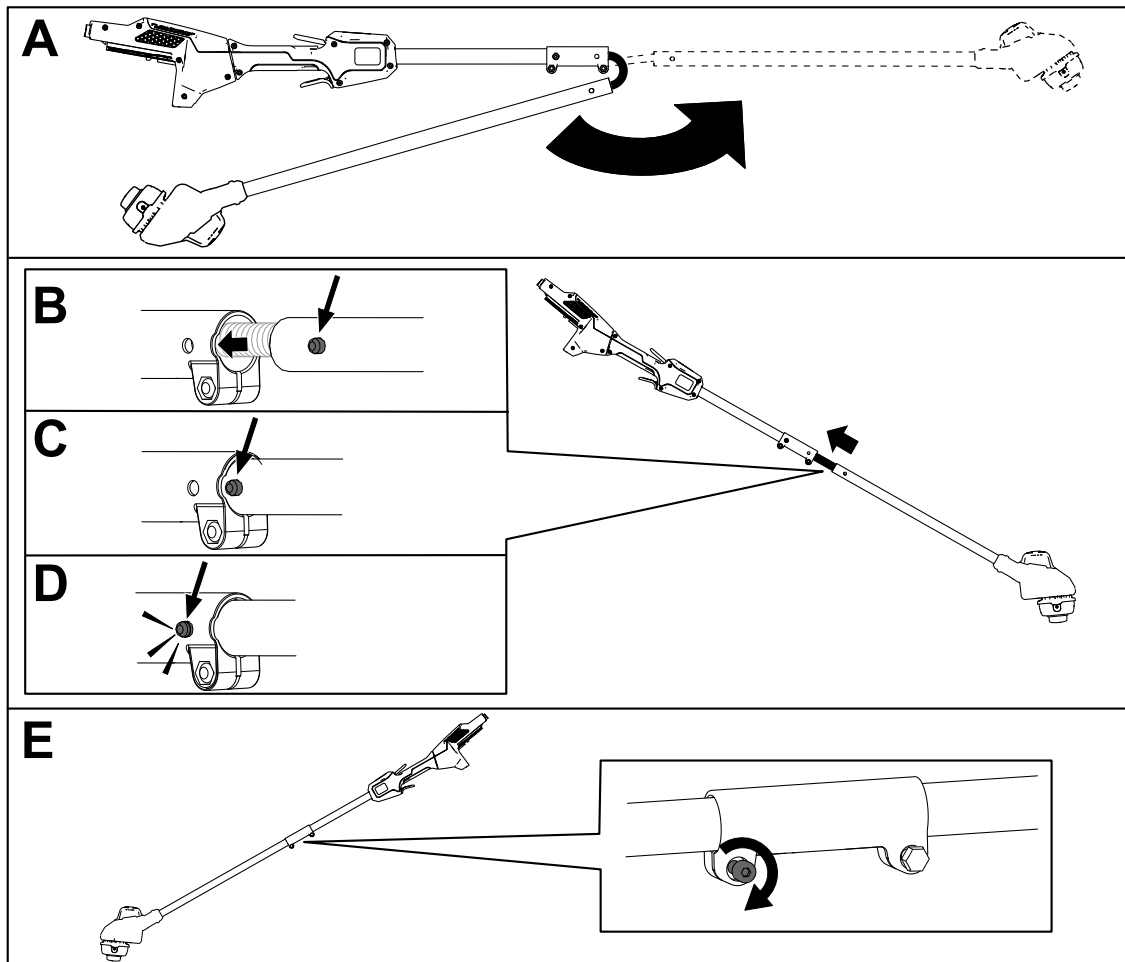

Figure 3
1. Dépliez le manche (A de la Figure 3).
2. Alignez le bouton de verrouillage de la moitié inférieure du manche et le trou dans la moitié supérieure, et emboîtez-les 2 moitiés ensemble (B et C de la Figure 3).
Remarque: Le bouton de verrouillage s'enclenche dans le trou quand les deux moitiés du manche sont correctement emboîtées (D de la Figure 3).
3. À l'aide de la clé Allen fournie, serrez la vis sur le connecteur du manche jusqu'à ce qu'il soit bien fixé (E de la Figure 3).